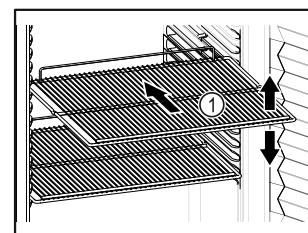

Fig. 30 Приближене відображення
- Якщо решітки для зберігання Fig. 30 (1) знімні, відрегулювати по висоті.